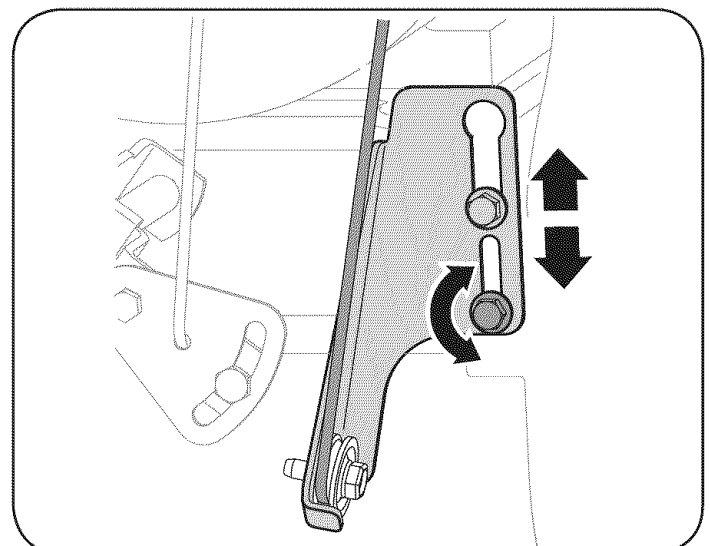

Figura 18
5. Afloje la tuerca hexagonal inferior del soporte del cable de la transmisión. Vea la figura 18.